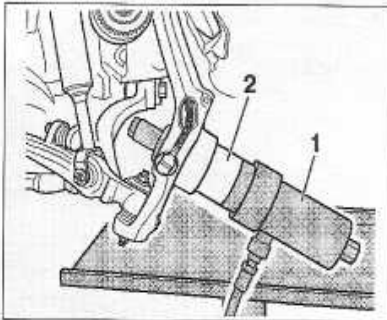

FIGURE 6-6
- À l'aide de l'outil VAG HKZ-15 (1) et d'un mandrin de diamètre approprié (2) extraire le roulement du pivot (figure 6-6).
- Introduire à l'aide de l'outil VAG HKZ-15 (1) et avec un mandrin de diamètre approprié (2), le roulement neuf dans le pivot (figure 6-6).
- Engager, à l'aide de l'outil VAG HKZ-15 (1) et à l'aide d'un mandrin prenant appui sur la bague intérieure du roulement (3), le moyeu sur le pivot (figure 6-6).